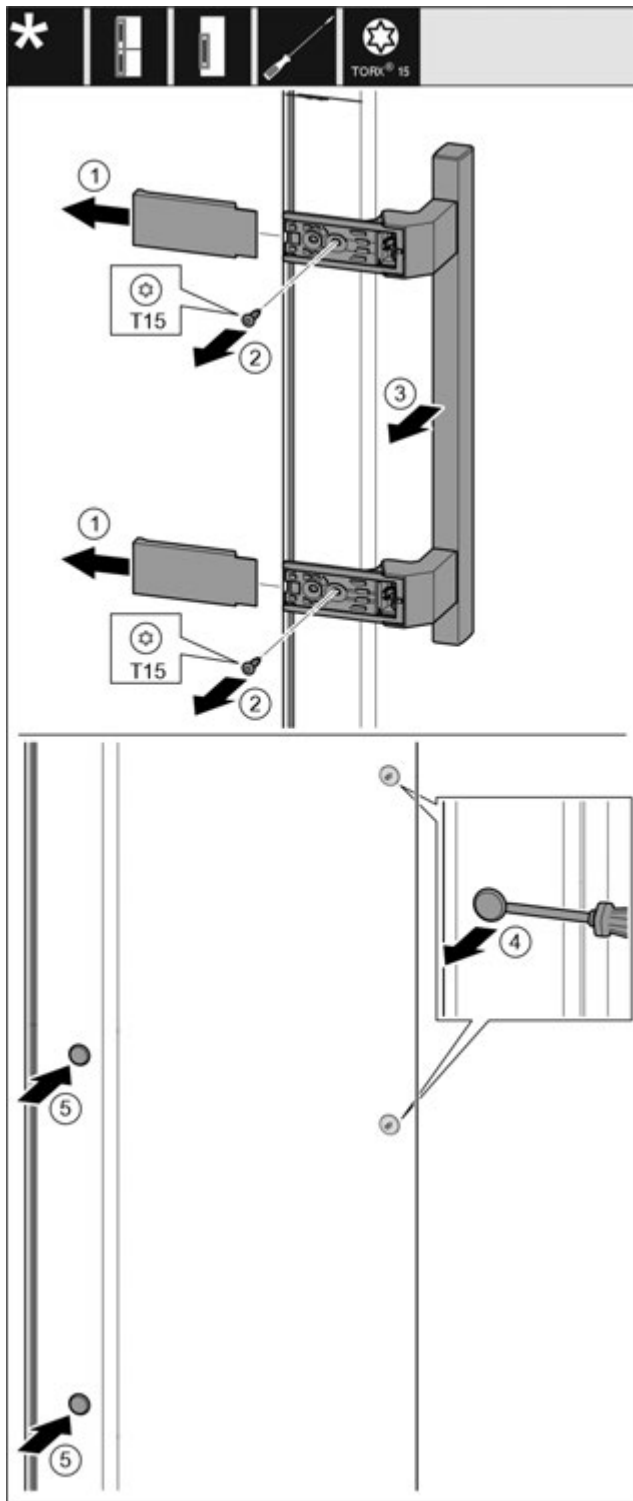

Fig. 39
- ▶ Зніміть кришку. Fig. 39 (1)
- ▶ Викрутіть гвинти за допомогою викрутки T15. Fig. 39 (2)
- ▶ Зніміть ручку. Fig. 39 (3)
- ▶ За допомогою шлицевої викрутки обережно підійміть бокову пробку та витягніть її. Fig. 39 (4)
- ▶ Знову вставте пробку з іншого боку. Fig. 39 (5)